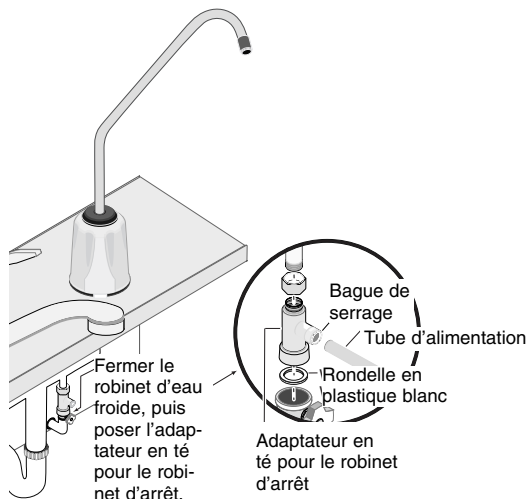

Figure 4
Pose du té de l'adaptateur du robinet d'arrêt; se reporter à la Figure 4.
10. Brancher le té de l'adaptateur sur le robinet d'arrêt, comme il est illustré à la Figure 4. Ne pas serrer exagérément l'adaptateur.